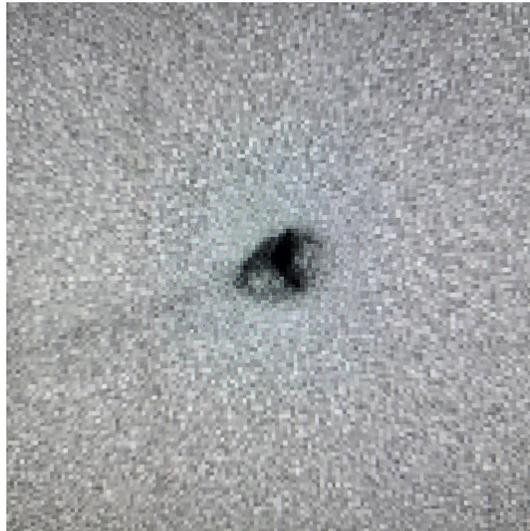

Figura 1.
- **16 julio** - El observador reportó que el difusor se había quedado adentro y para sacarlo picó por error el botón que inicializa la rejilla. Volví a posicionar la rejilla para mostrar las líneas de interés en el CCD. Después me pidió apoyarlo con el enfoque del telescopio y notamos que la forma de la estrella era asimétrica (Figura 1) y, por lo tanto, no era posible enfocar el telescopio. Supuse que eran las bolsas y solicité apoyo a J. Ochoa. Finalmente, lo apoyé a éste enviando el archivo de la celda a la PC que controla las bolsas. El archivo en `usr/local/celda2m/celda_2m` no corría si no hasta que modifiqué el path del wishx de `/usr/bin` a `/usr/local/bin` dentro de este archivo.